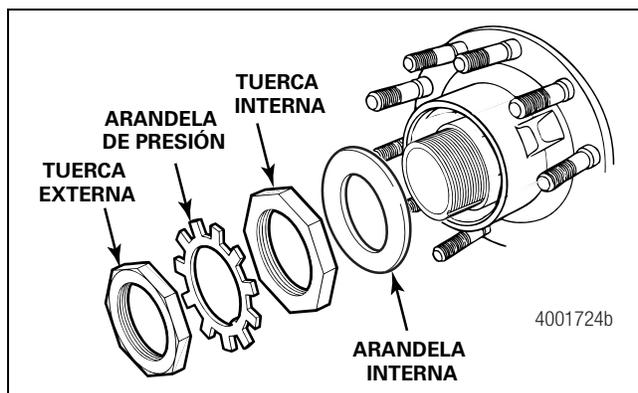

Figura 3.14
- 8 Retire la tuerca de la espiga externa, la arandela de presión con lengüetas, la tuerca de la espiga interna (y la arandela interna, en caso de estar instalada). Deseche siempre la arandela de presión desmontada e instale una nueva. No instale nuevamente arandelas de presión usadas. Figura 3.14.